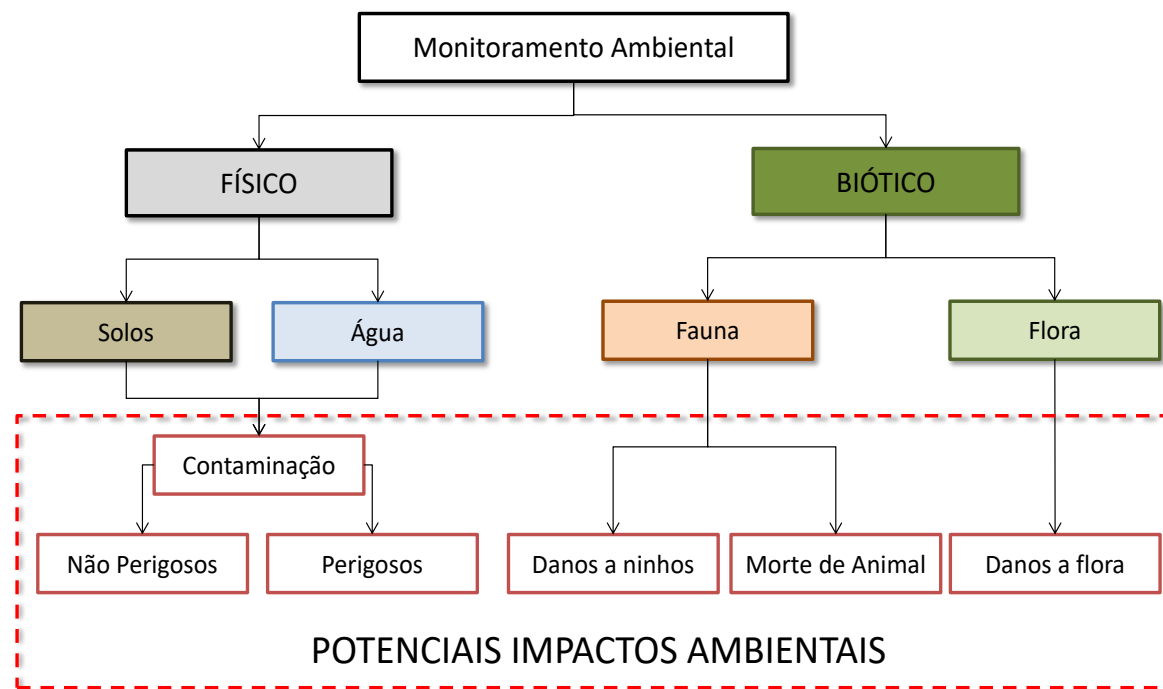

Figura 2: . Fluxograma de Monitoramento de Impacto Ambiental Operacional.
- Com base nas ordens de serviço mensalmente expedidas pelo setor de Planejamento e Tecnologia serão monitoradas 10% do montante total a ser realizado destas atividades. Esses monitoramentos serão conduzidos com base em fichas de campo que incorporam os cinco tipos de impactos elencados na figura 2.